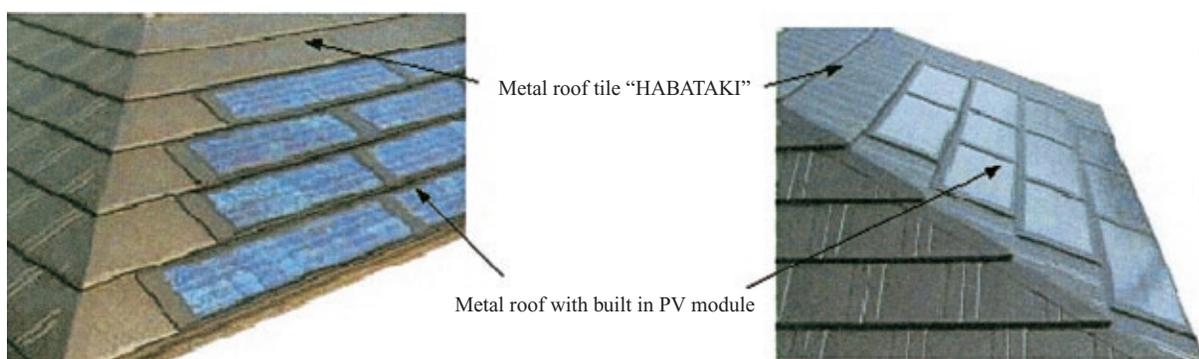

Fig. 1 Metal roof tile “HABATAKI” and “ECOWING®”
- (1) Fig. 1 に示すように金属屋根と太陽電池モジュールを一体化したことで、軒先一段目からモジュール設置が可能のため、特に寄棟屋根では軒先二段目から設置し